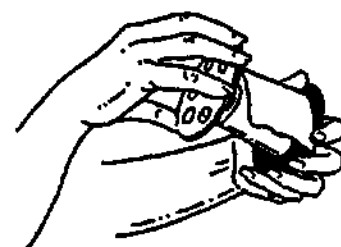

Рис. 5-17: Снятие металлического бокового элемента приемной катушки.
2. Удерживая одной рукой черную сторону приемной катушки, потяните и снимите второй рукой металлическую сторону катушки (Рис. 5-17).